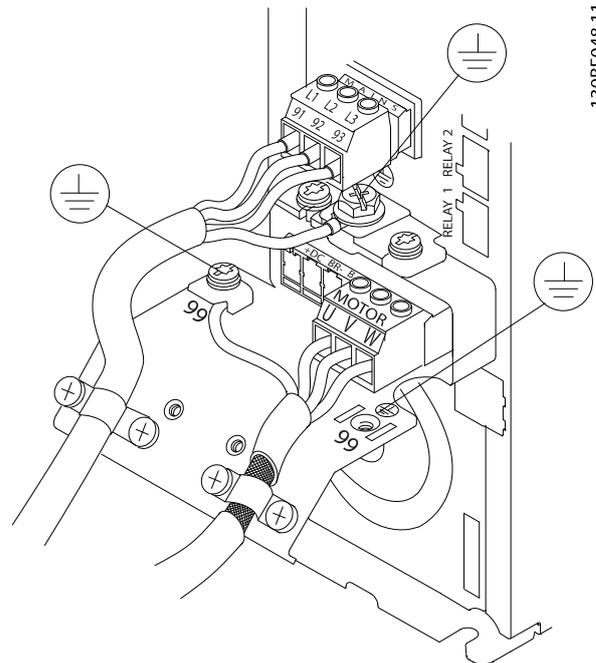

Ilustración 4.7 Ejemplo de cableado del motor, de alimentación y de conexión toma a tierra
La Ilustración 4.7 muestra la entrada de alimentación, el motor y la conexión a tierra en los convertidores de frecuencia básicos. Las configuraciones reales pueden variar según los tipos de unidades y el equipo opcional.
1. Conecte el cableado de alimentación de entrada trifásica de CA a los terminales L1, L2 y L3 (consulte Ilustración 4.7).